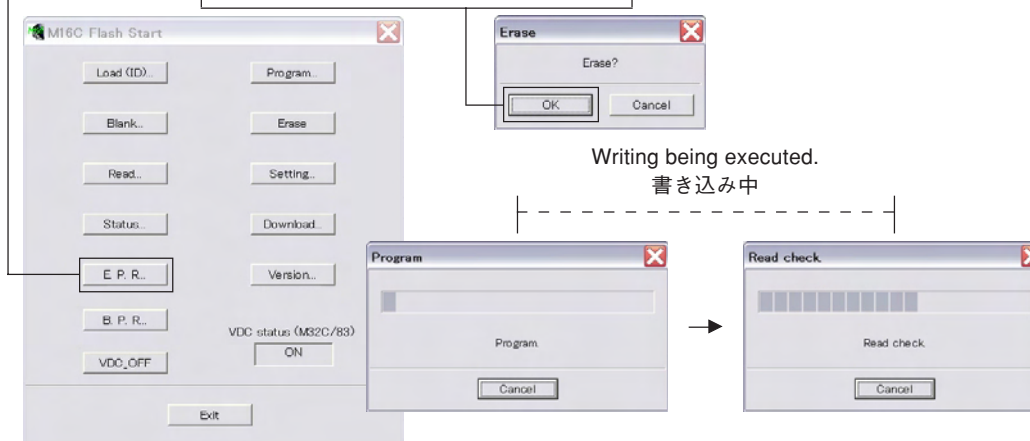

Fig. 5
8. Click [E.P.R.], the “Erase” screen is displayed. (Fig. 5)
8. [E.P.R.]をクリックすると、“Erase”が表示されます。(Fig. 5)
Click [OK] and start writing. (Fig. 5)
[OK]をクリックし、書き込みを開始します。(Fig. 5)